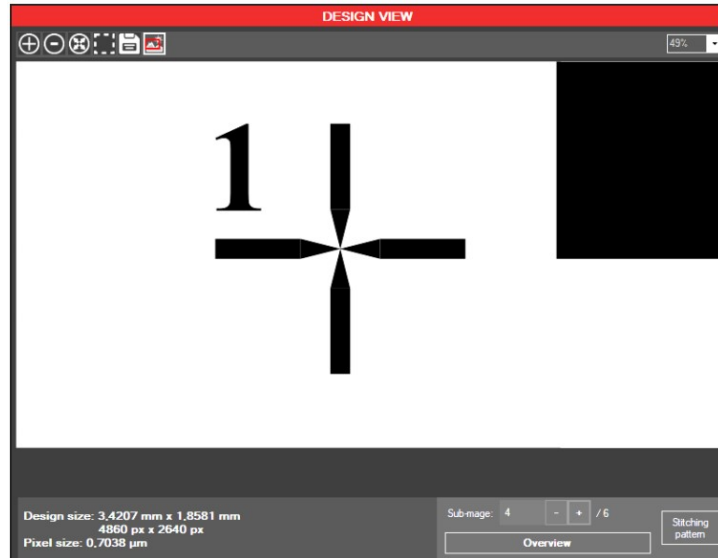

图 61 -半自动对齐:定义点 P1
6. 选择 P1 点(图 58c):单击 Overlay pos. P1 按钮。鼠标光标将变成一个叉。在 IMAGE VIEWER 界面上, 选择要与 P1 对齐的点, 如图 61 所示。